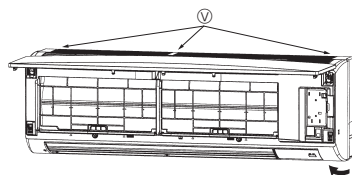

Fig. 6-5
- 8 Retirer le guide-câble. (Fig. 6-5)
- 10 Retirer la thermistance du conduit de liquide (TH2). (Fig. 6-5)
- 11 Retirer en partie l'adhésif du moteur du volet et desserrer le cordon. (Fig. 6-5)
- 12 Desserrer le cordon du moteur du ventilateur. (Fig. 6-5)